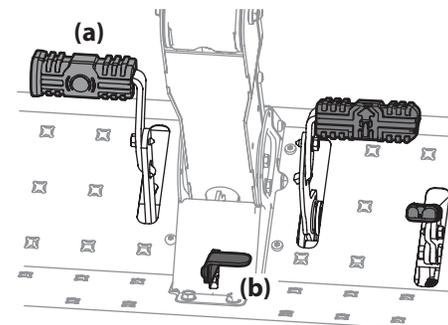

Figura 3-2
3. Ponga el freno de mano oprimiendo hacia adelante el pedal de freno (a), luego oprima la palanca de control de crucero/freno de mano (b) y posteriormente suelte el pedal del freno (a). Consulte la Figura 3-2.